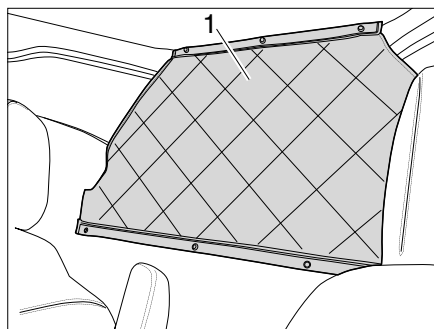

Bild 14 Durchstiegsabdeckung abrollen
- Durchstiegsabdeckung (Bild 14,1) abrollen.
- Durchstiegsabdeckung (Bild 14,1) mit Druckknöpfen schließen.